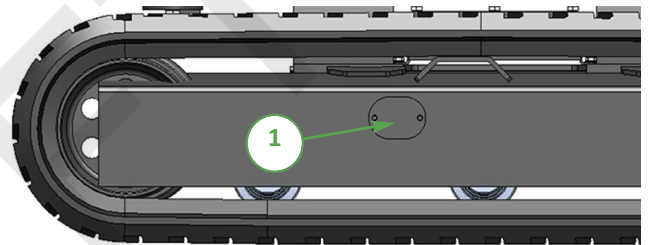

Fig. 1
Fettet i det hydrauliske beltespenningsstempleet er under trykk. Løsne aldri fettnipplen (nr. 1, Fig. 1) mer enn nødvendig for å frigjøre fett sakte ved maksimalt fem omdreininger. Hvis ventilen løsnes for mye, risikerer du å støte ut fett under trykk som potensielt kan føre til personskade på maskinoperatøren. Fjern grus eller gjørme som har satt seg fast mellom tannhjulet og belteleddet før beltet løsnes.
- 1 Finn fettnipplen under dekkplaten i siderammen (fig. 1) for å få tilgang til justeringssystemet.
- 2 Finn fettnipplen under dekkplaten i siderammen for å få tilgang til justeringssystemet (nr. 1, Fig. 1)